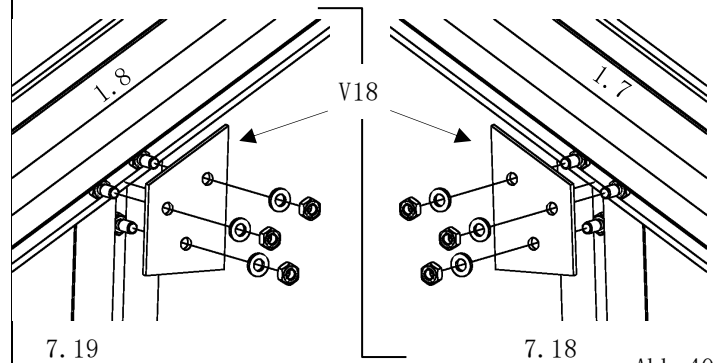

Abb. 40
- die Verschraubungen (Pos. U4/SM30) handfest anziehen! (Abb. 40)